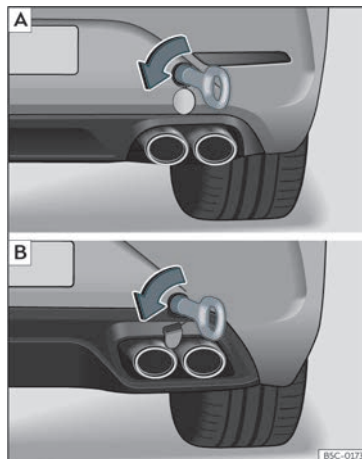

Fig. 50 Sul lato destro del paraurti posteriore: occhiello di traino avvitato. [A] Leon Sportstourer; [B] Leon.
- Avvitare l'occhiello di traino nell'alloggiamento, ruotandolo fino in fondo **in senso antiorario** »» **fig. 50** »» . Utilizzare un oggetto idoneo per avvitare completamente e saldamente l'occhiello di traino nel suo alloggiamento.